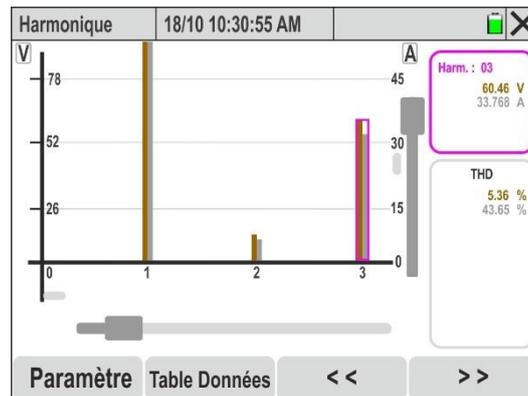

Fig. 57: Analyse harmoniques tension et courant pour chaque phase
14. Avec la sélection des signaux de tension et de courant de chaque phase, les histogrammes des paires V1N&I1, V2N&I2, V3N&I3 ou VNPE&IN sont affichés à la Fig. 57